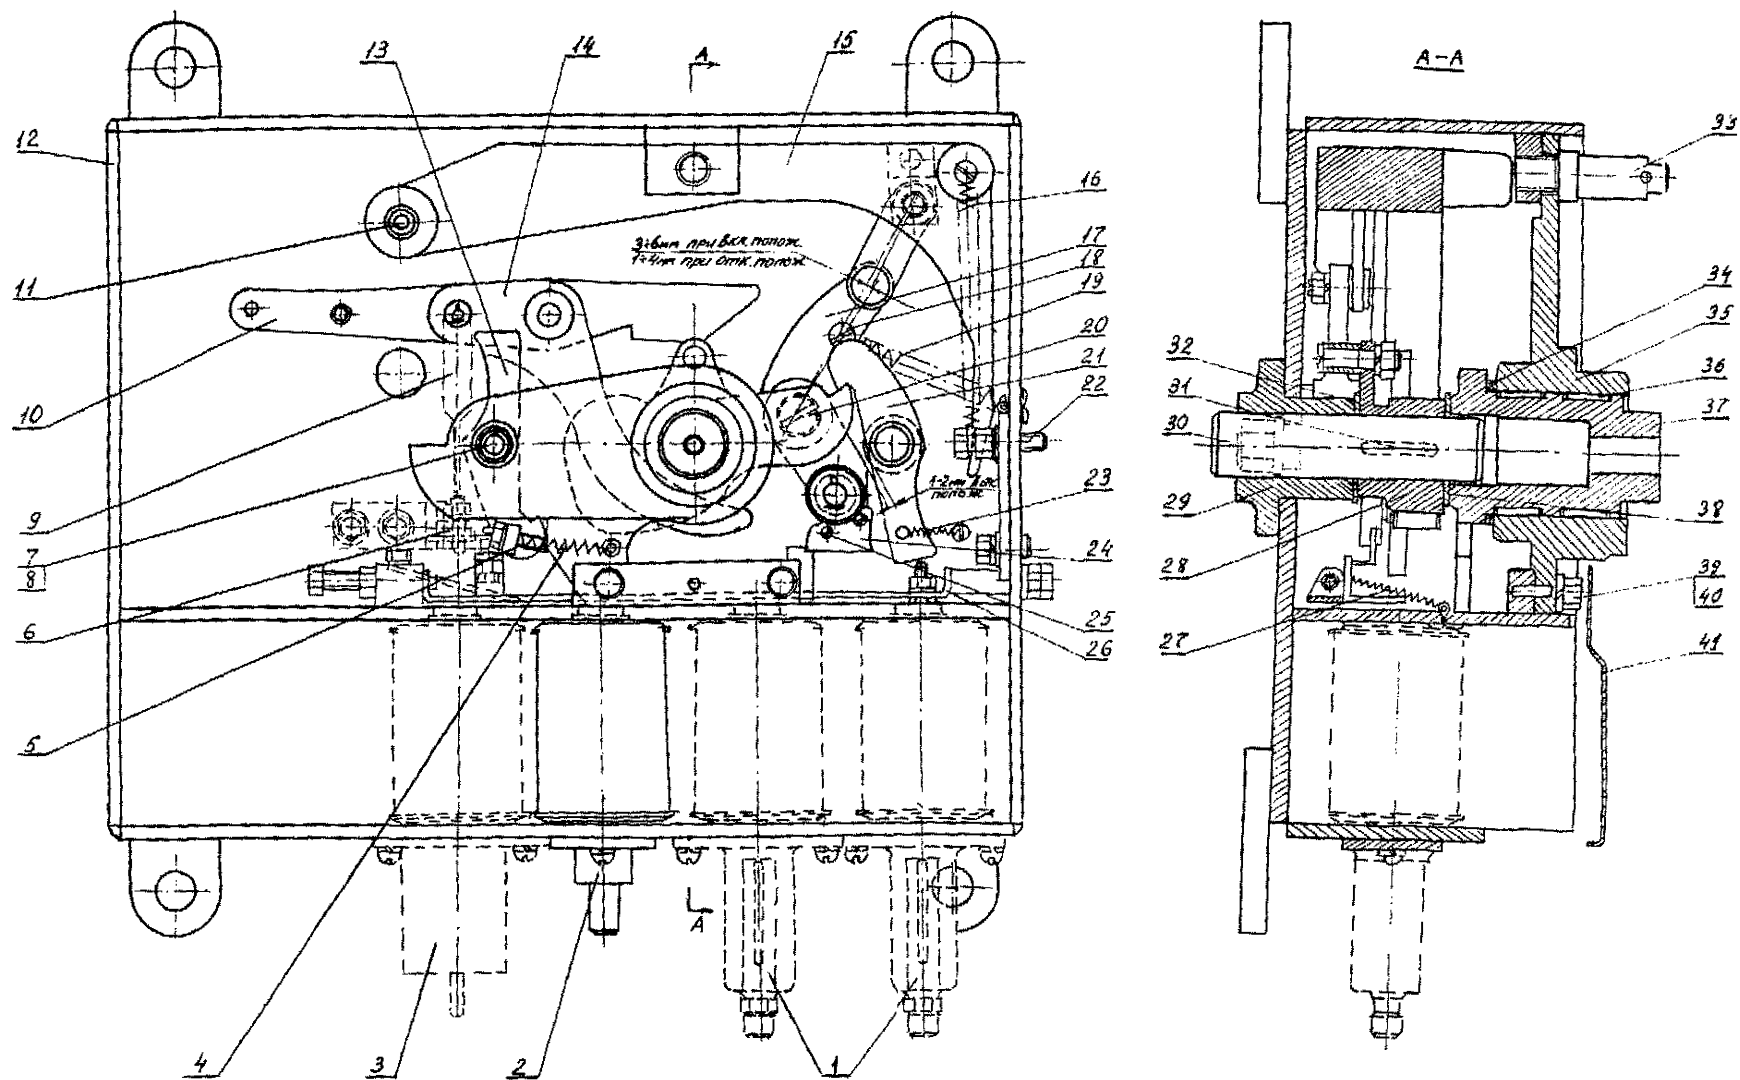

Рис. 18. Механизм приводов ШПОМ и ШПКМ:
Рычаг 28 (рис. 18) не садится на защелку 21	Сработалась плоскость зуба защелки 21. Ослабла пружина 23 защелки
03.1. Вывинтить ось 33 (см. рис. 18), болты 39 из корпуса 12 механизма привода
04.1. Отсоединить пружины 16, 19 (см. рис.18) от рычага 15 и механизма расцепления 17.
(см. рис.18).
06.1. Очистить релейную планку 26 (см. рис. 18) и механизм взвода реле РС 6 от пыли, старой смазки и осмотреть.